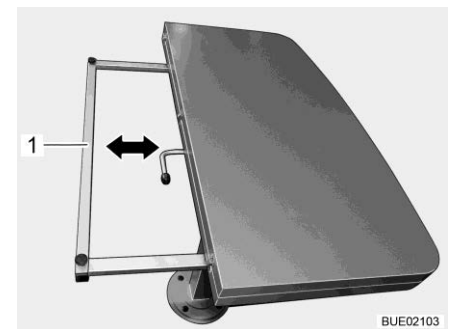

Bild 130 Förminska bordsskiva
■ Håll stödramarna (Bild 130,1) på båda sidor och skjut den jämnt under bordsskivan tills den stannar.